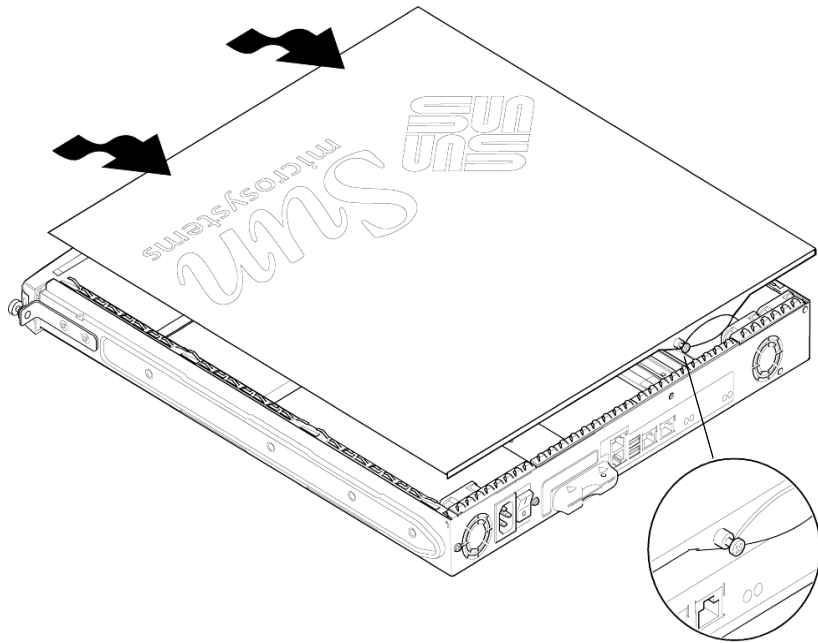

FIGURE 8-3 Retrait du boîtier supérieur
2. Retirez les vis de fixation à l'arrière de l'unité (voir la FIGURE 8-3).